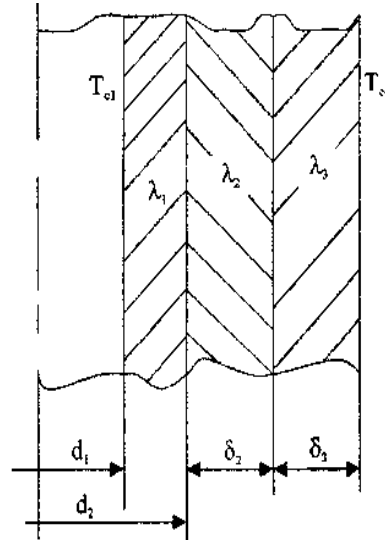

Рисунок 7.2
**Задача 7.2.** Стальная труба, отношение диаметров которой  $d_1 / d_2 = 100 / 110 \text{ мм}$  [ $\lambda_1 = 50 \text{ Вт/(м} \cdot \text{К)}$ ], покрыта изоляцией в два слоя одинаковой толщины  $\delta_2 = \delta_3 = 50 \text{ мм}$  (рисунок 7.2). Температура внутренней поверхности трубы  $t_{c1} = 250 \text{ }^\circ\text{C}$ , наружной поверхности изоляции  $t_{c4} = 50 \text{ }^\circ\text{C}$ .